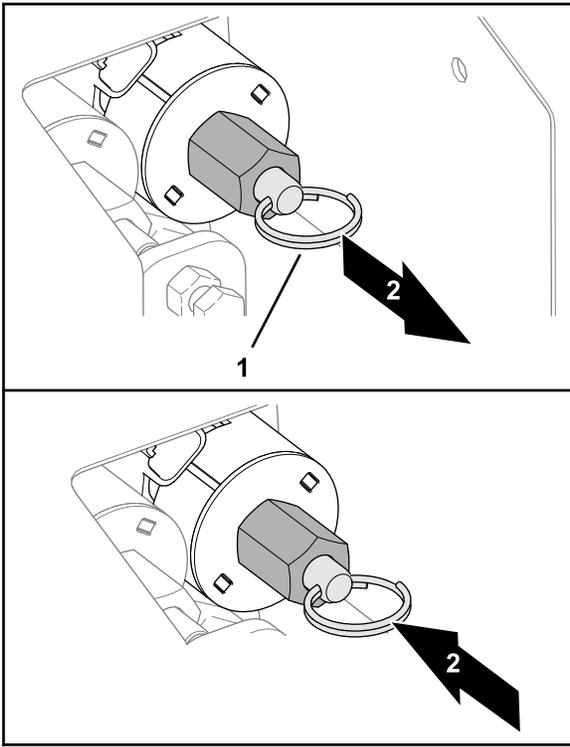

图 32
- 要降低料斗(图 32)请向上拉阀杆上的环。
- 要升起料斗图 32 请用力推阀杆上的开口环。